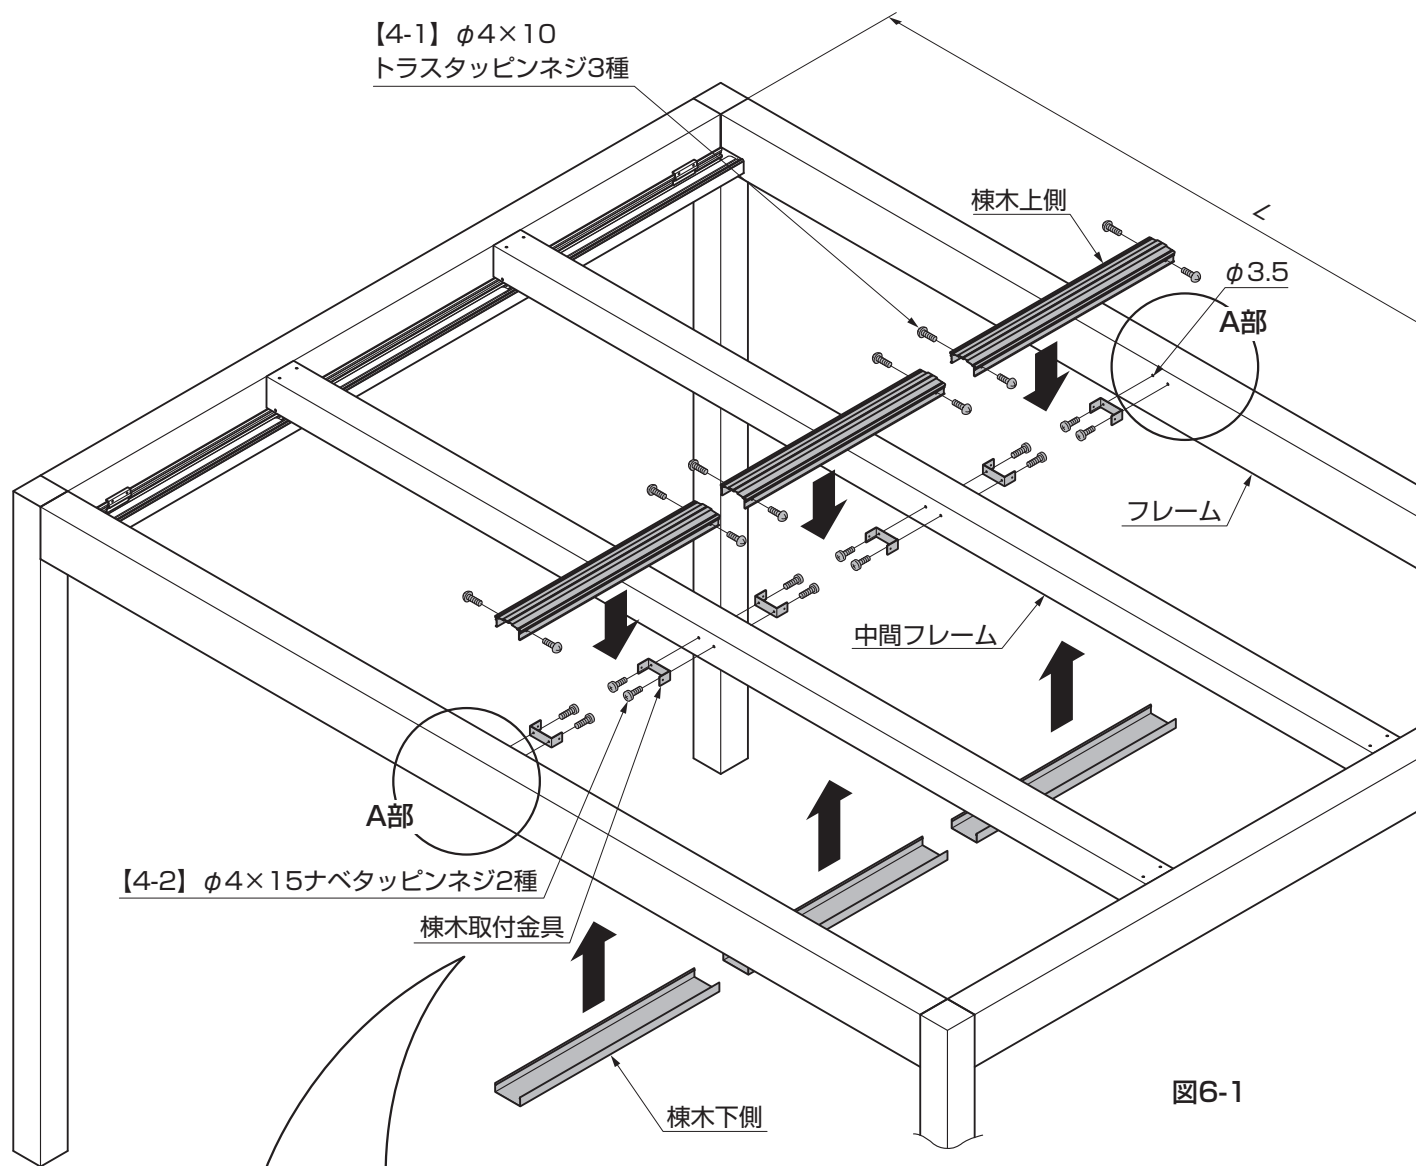
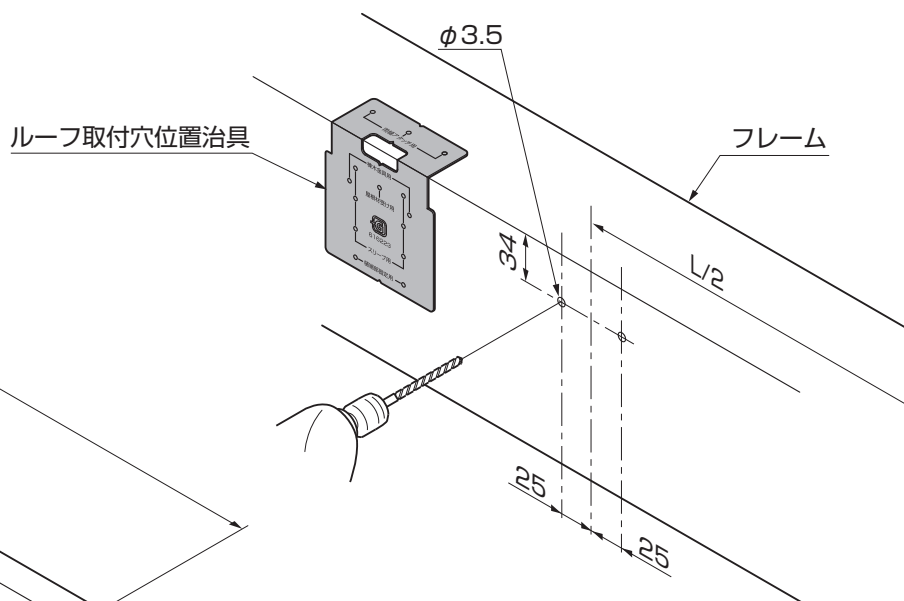
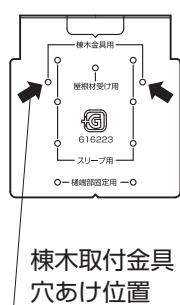

図6-1
図6-2 A部詳細 穴加工位置
図6-3
- ①ルーフ取付穴位置治具をあてφ3.5の穴をフレームにあけてください。(図6-1、図6-2、図6-3、表6-1参照)
- ②棟木取付金具をフレーム、中間フレームに【4-2】で取付けてください。(図6-1参照)